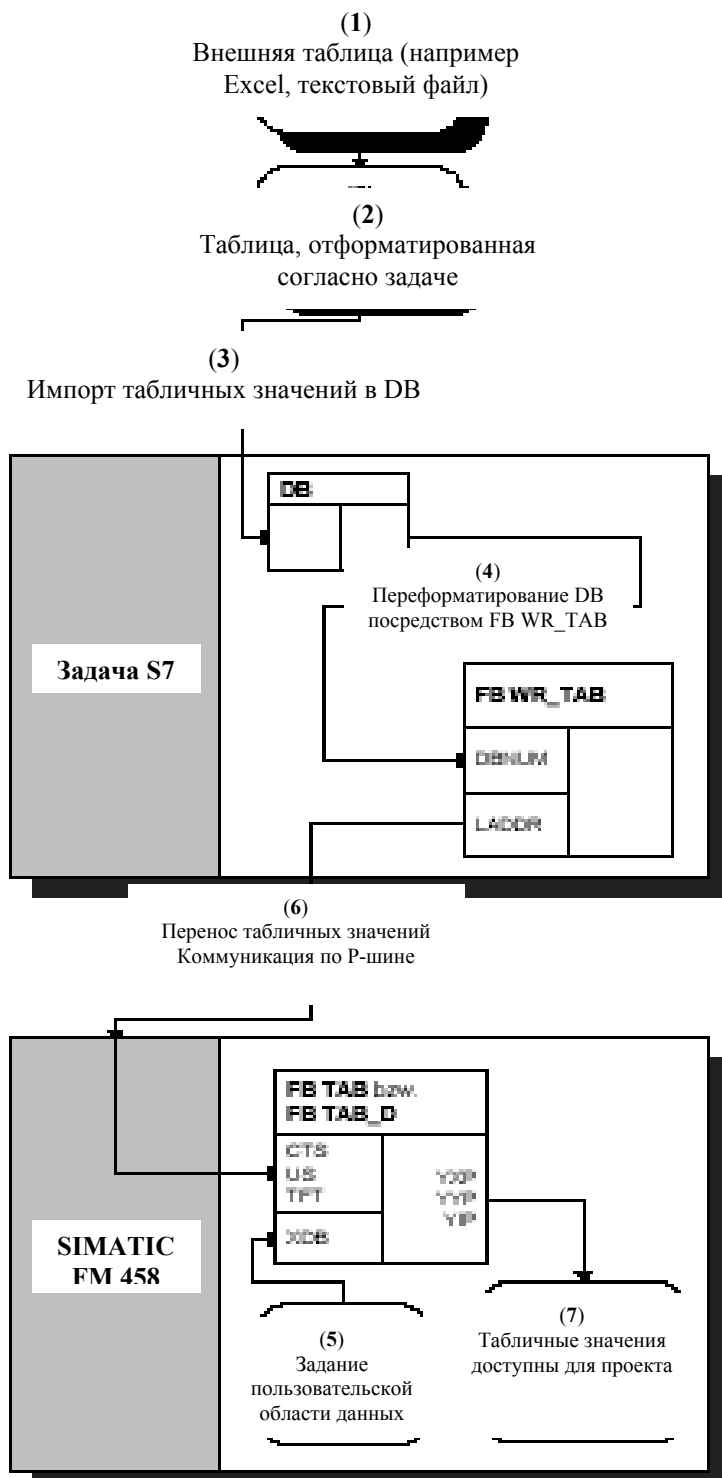

Рис. 3-68 Принципиальные положения режима "Автоматическое пользование: коммуникации (на примере коммуникации по P-шине).
- **Автоматическое пользование: коммуникация,** означает, что табличные величины будут передаваться по коммуникационному интерфейсу (TCP/IP, DUST1, S7 по P-шине). Если табличные величины передаются по P-шине от S7-процессора на прикладной модуль SIMATIC FM458, со стороны S7-процессора дополнительно проектируется функциональный модуль WR_TAB (см. рис. 3-68).